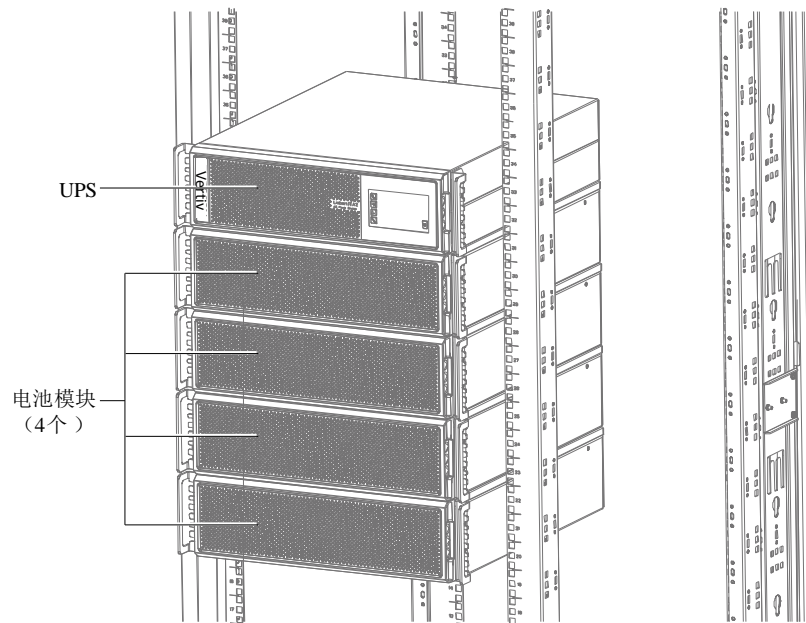

图2-16 带电池模块 UPS 安装示意图
电池模块安装方法与 UPS 安装方法完全相同。重复上述安装步骤，将 4 个电池模块和 UPS 逐一安装固定到机架上，如图 2-16 所示。
- 必须首先安装电池模块，并从最底层开始安装，将 UPS 置于最顶层，如图 2-16 所示。